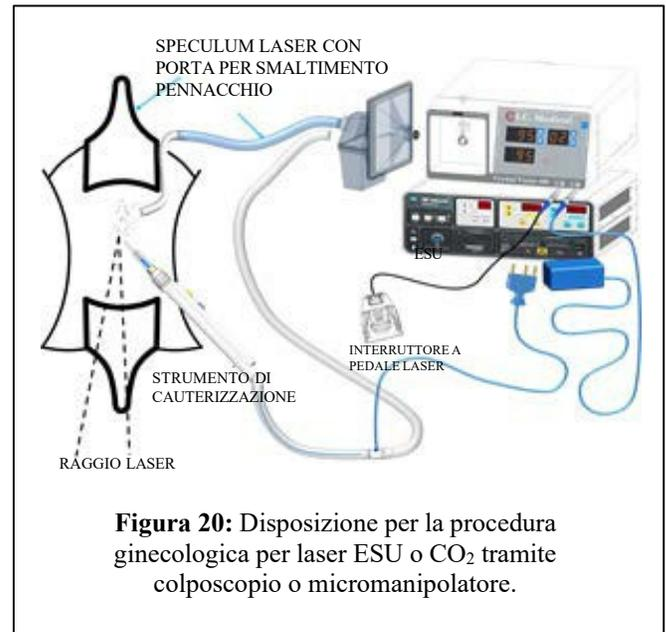

Figura 20: Disposizione per la procedura ginecologica per laser ESU o CO₂ tramite colposcopio o micromanipolatore.
3. Riferirsi alla Figura 20 per conoscere la relativa disposizione.